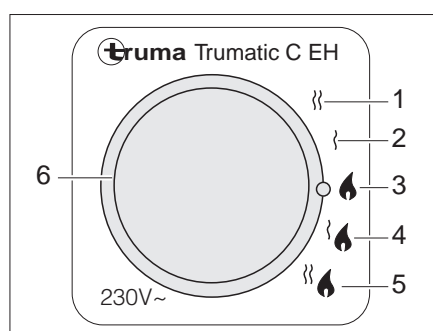

Fig. 210 Selector de energía para calefacción/caldera
La caldera está integrada en la calefacción y funciona con gas (funcionamiento a gas) o con gas y/o energía eléctrica (funcionamiento a gas y con electricidad a 230 V). La caldera se conecta en la unidad de mando (Fig. 209) con el interruptor giratorio (Fig. 209,2). En el selector de energía (Fig. 210) se pre-selecciona el tipo de energía (funcionamiento a gas y con electricidad a 230 V).
- Funcionamiento a gas (Fig. 210,3)
- Funcionamiento con electricidad a 230 V con los niveles de potencia 900 W (Fig. 210,2) ó 1800 W (Fig. 210,1)
- Funcionamiento a gas y funcionamiento con electricidad a 230 V (modo mixto) con los niveles de potencia 900 W (Fig. 210,4) ó 1800 W (Fig. 210,5)
Si se ha seleccionado el funcionamiento con electricidad a 230 V, se enciende la luz de control amarilla (Fig. 210,6).